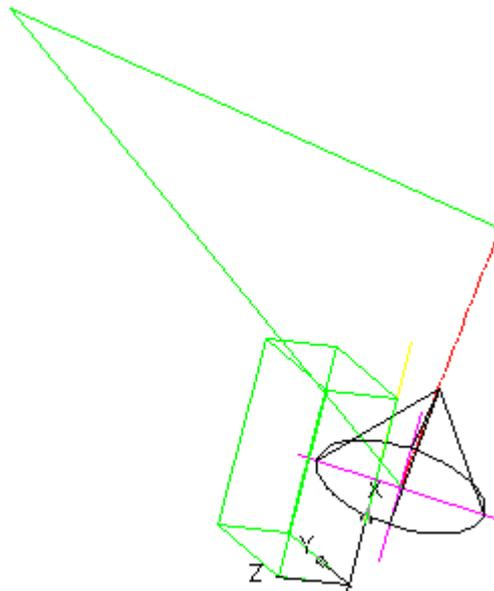

Рис.21.7
8. А далее применяем алгоритм такой же, как в предыдущей задаче: превращаем **MN** в ребро параллелепипеда (Рис.21.7):